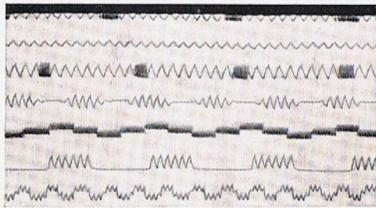

Abb. 50
**Ziernähte mit zentralem, links- und rechtsseitigen Nadelausschlag** (Abb. 50). Durch abwechselnde Anwendung verschieden breiter Zickzackstiche, der geraden Naht sowie des zentralen und des linken Nadelausschlages der Maschine lassen sich abwechslungsreiche Ziernähte erzielen, die zur Ausschmückung der verschiedensten Kleider-, Wäsche- und Ausstattungsstücke dienen können. Die oberen 4 Ziernähte unserer Abbildung sind mit zentralem Nadelausschlag genäht. Die fünfte Naht ist abwechselnd mit linkem,